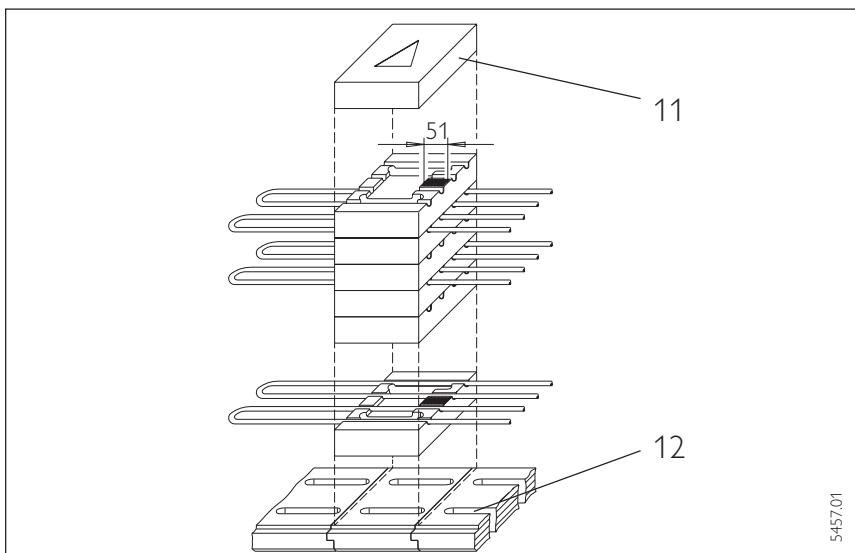

Abb. 14 / Fig. 14
Zum Einsetzen der Kernsteine müssen die montierten Heizkörper (9) etwas angehoben werden. Den ersten Kernstein (8) mit der Heizkörpermulde nach oben und dem breiten Steg (Abb. 14, Maß 51 mm) nach rechts in einem Abstand von der rechten Wärmedämmplatte unter den Heizkörper legen und an die rechte Wärmedämmplatte sowie an die hintere Wärmedämmung heranschieben. Die weiteren Kernsteine ebenso einsetzen. Die Kernsteine
To insert the bricks the assembled heater core (9) must be raised somewhat. Place the first brick (8) with the heater core pan upwards and the broad channel (fig. 14, dimension 51 mm) to the right at some distance from the right-hand insulation plate under the core and push up to the right-hand insulation plate and the rear insulator plate. Locate the other bricks in a similar manner. The bricks should be placed without being offset, as the slotted holes in the bricks in the floor insulation plates (12) are absolutely open, as the slotted holes in the bricks and the floor insulation plate form the heating channel.
Position the capping bricks (11) so that the arrow of their indentations point to the rear (fig. 14)
Levantar ligeramente la resistencia eléctrica. Colocar el primer ladrillo de núcleo (8) por debajo de la resistencia, con la concavidad para la resistencia hacia arriba (fig. 14, el
sind ohne Versatz so einzulegen, daß die Langlöcher in den Boden-Wärmedämmplatten (12) absolut offen sind, da die Langlöcher in den Kernsteinen und der Boden-Wärmedämmplatte die Heizkanäle bilden. Die Decksteine (11) sind so einzusetzen, daß die Pfeilmulde des Steines nach hinten zeigt (Abb. 14). Die Durchgangslöcher in der seitlichen Wärmedämmung nicht durch seitliche Bewegung der Heizkörperstiele aufweiten.
Colocar ahora los ladrillos de cubierta (11) con la flecha indicando hacia delante o hacia atrás (fig. 14).
Poser les briques de recouvrement (11) avec la flèche dirigée vers l'arrière ou l'avant (fig. 14).